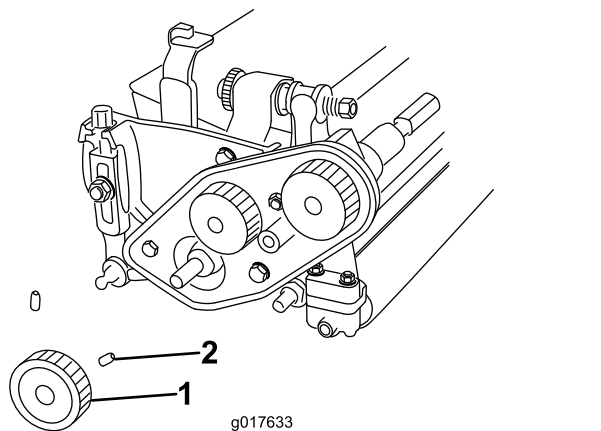

Figura 4
9. Afloje los 2 tornillos de fijación que sujetan la polea inferior y retire la polea del eje del molinete (**Figura 4**).
23. Instale la polea inferior en el eje de transmisión del molinete, sujetándola con los 2 tornillos de fijación al eje (Figura 4).